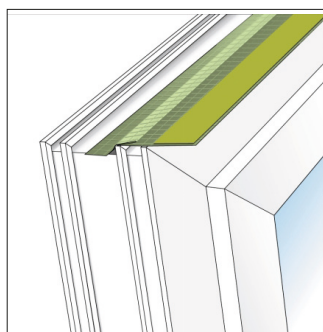

Fig 1
1. Börja i mitten på karmens vänstra sidostycke. Dra av skyddsfolien på självhäftande limremsan som sitter på motsatt sida i förhållande till butylremsan på själva folien. Viktigt att ni fäster folien på karmryggens sida innanför aluminiumkanten om ni har valt ett fönster av trä/aluminium typ. Fortsätt sedan nedåt så att förtöjningsvecket linjerar med karmens utsida (fig. 1).